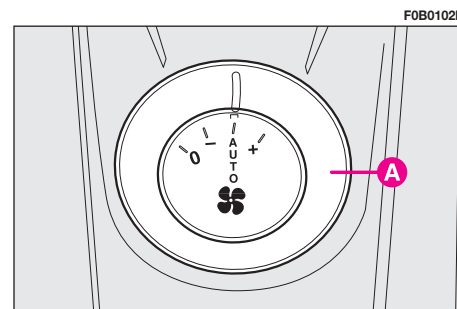

fig. 90
- **activation réglage débit d'air des sièges arrière (REAR) fig. 89 (pour versions dépourvues de ventilateurs additionnels):** on obtient ce réglage en appuyant sur le bouton **D**; on permet ainsi aux passagers de la deuxième rangée de gérer le réglage du débit d'air à l'aide des douilles **A-fig. 90** des ventilateurs ad-